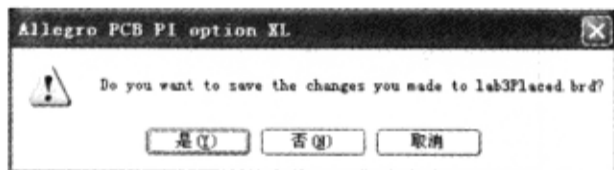

图 9-7-61 警告窗口
(1) 在 Allegro PCB PI option XL 窗口中执行菜单命令“File”→“Open”, 弹出“Allegro PCB PI option XL”窗口, 电源完整性工具会询问是否对 lab3Placed.brd 电路板文件做出修改, 如图 9-7-61 所示。